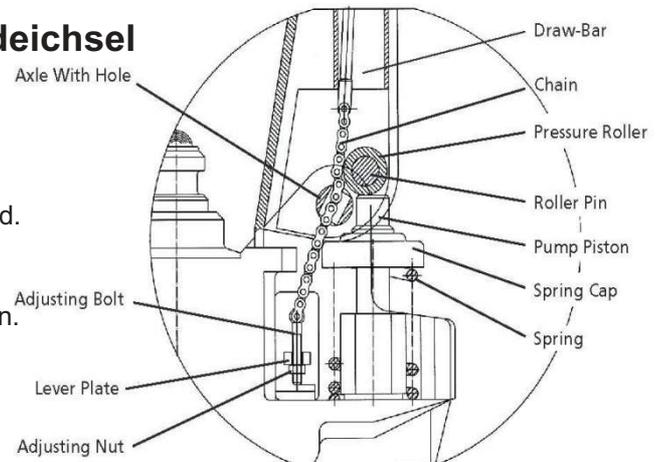

Abb. 7: Seitenansicht (symbolisch)
- Den Steuerhebel des Griffs in die Stellung ‚Senken‘ bringen, dann die Einstellmutter und die Einstellschraube mit der Hand durch das Loch in der Achse führen (Abb. 7).